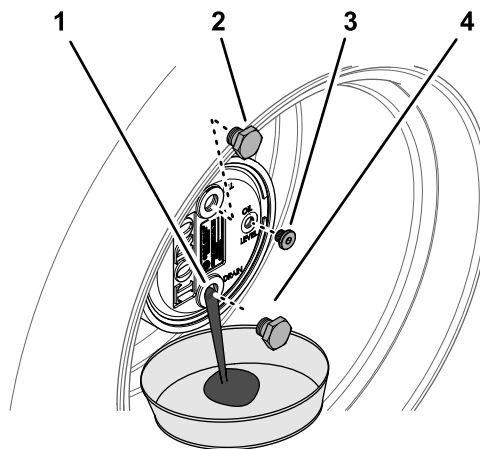

Figura 68
2. Retire el tapón de llenado en la posición de las 12 y compruebe el tapón en la posición de las 3 (Figura 68).
3. Coloque un recipiente debajo del cubo planetario, retire el tapón de vaciado en la posición de las 6 y deje que se drene el aceite (Figura 68).
5. Instale el tapón de vaciado en el orificio de vaciado del alojamiento de los engranajes planetarios (Figura 68).